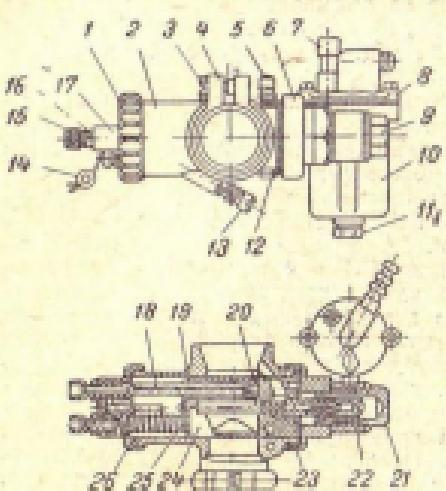

Рис. 134. Карбюратор К-28Г:
**Карбюратор** К-28Г (рис. 134) — с горизонтальным расположением дроссельного золотника и с воздушно-механическим управлением топлива, состоит из двух основных частей: поплавковой камеры *10* и горизонтально расположенной смесительной камеры *2*. Топливо в поплавковую камеру поступает из топливного бака через штуцер и запорную иглу, конусная часть которой входит в гнездо крышки *8*. На игле с помощью цаплевой пружины закреплен пустотелый поплавок. На крышке поплавковой камеры расположен утопитель *7* поплавка. Из поплавковой камеры бензин поступает через главный жиклер *22* в смесительную камеру, где расположены дроссельный золотник *24* с корректором *19* и система холостого хода карбюратора. В закрытом положении золотник и корректор удерживаются пружинами *26* и *18*. Система холостого хода включает винт *5* для регулировки качества смеси и винт *13* для регулировки количества смеси.